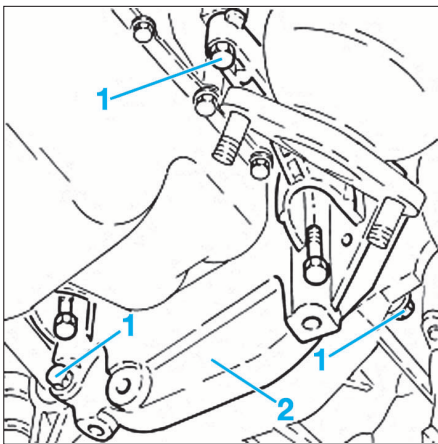

FIG. 3
- Déposer les vis de fixation (1) de l'entretoise (2) de la boîte de vitesses (Fig.3).
- Retirer l'entretoise (2).